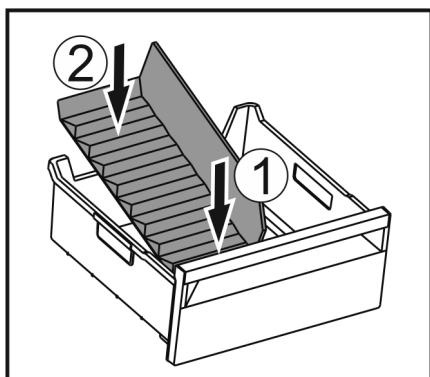

Fig. 61
- ▶ Поставете разделителя първо отпред Fig. 61 (1).
- ▶ Спуснете задната част Fig. 61 (2).